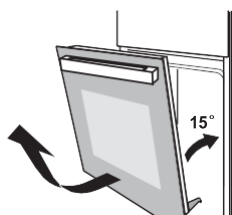

Рис. 2
2. Закройте дверь на угол примерно 15°. Поднимите и медленно вытяните дверцу из духовки. (Рис. 2)